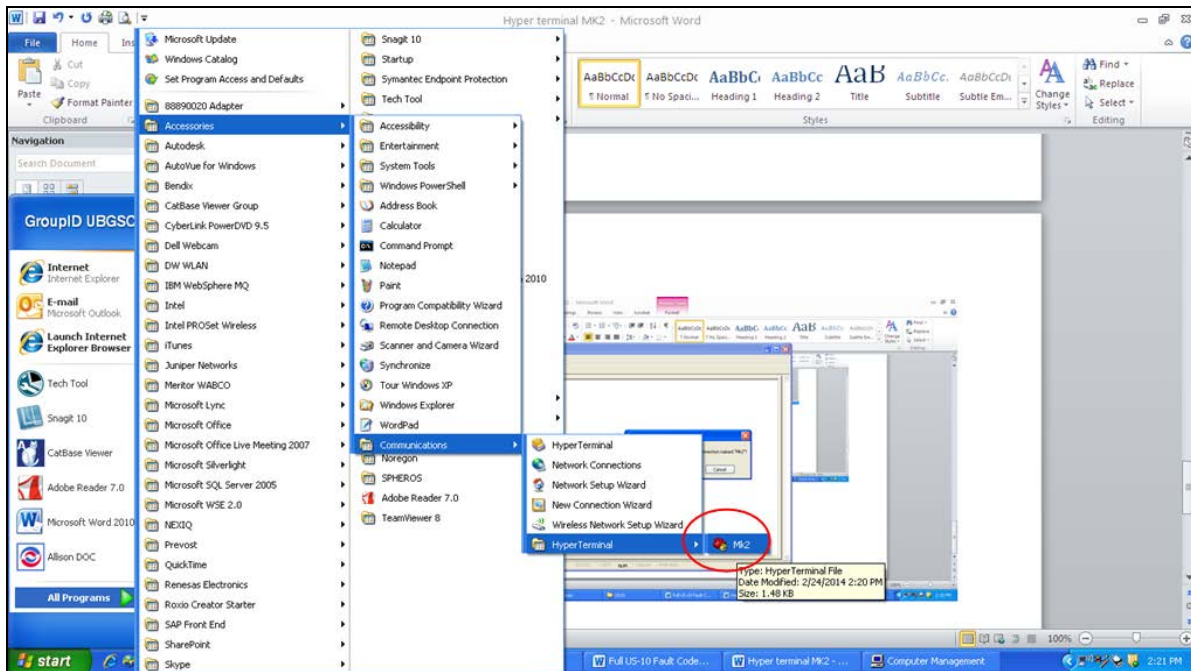

Fig.17
10. Retourner au menu démarrer; La nouvelle connexion sera affiché sous l'HyperTerminal (Fig.17).